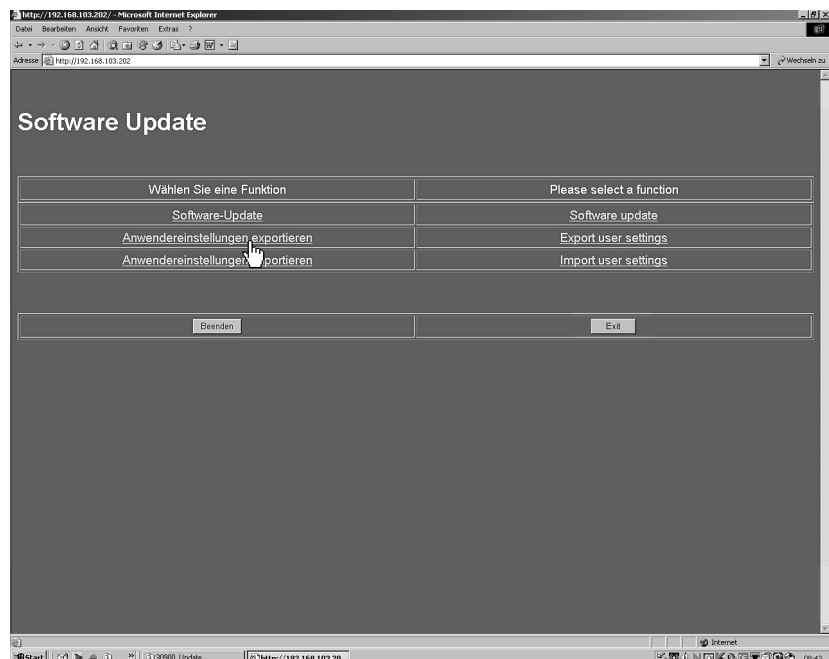
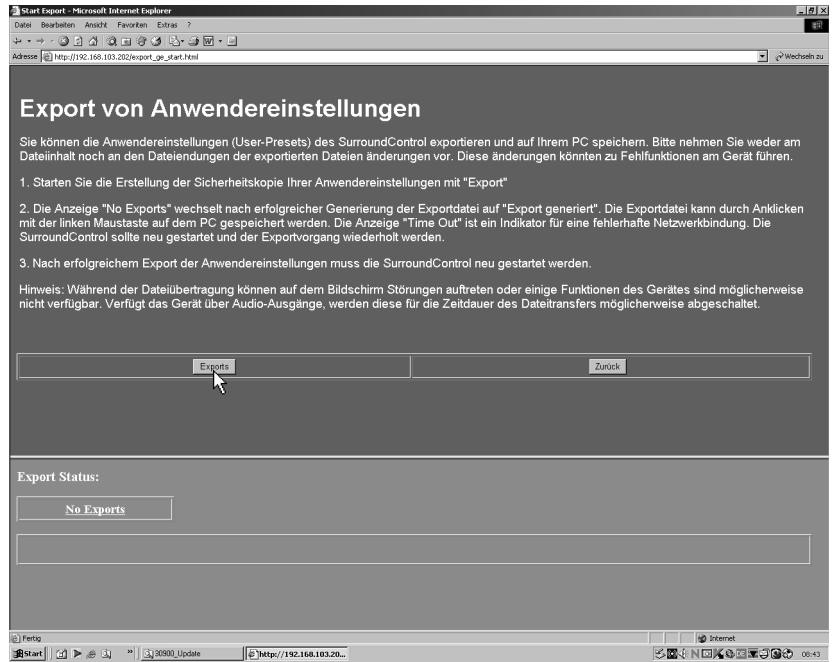
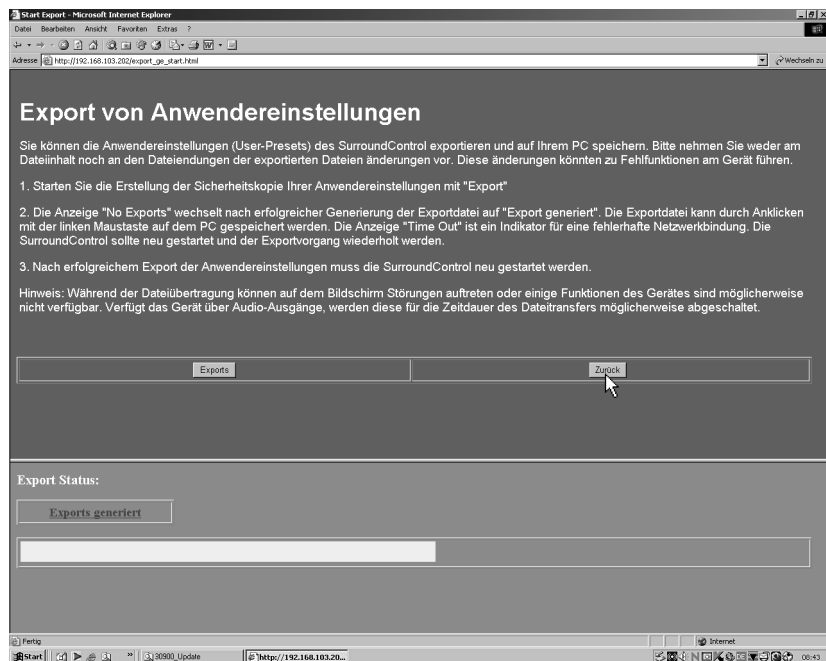

Bild 5-2: Anzeige des Software-Update-Programms in einem Internet-Browser
Bild 5-3: Anzeige der Export-Seite
Bild 5-8: Ende des Daten-Transfers der gewählten Update-Datei
2. Im Browser-Fenster erscheint das Software-Update-Programm des SurroundControl 30900(-24) (siehe Bild 5-2). Wählen Sie „Anwendereinstellungen exportieren“. **Beachten Sie bitte die Hinweise auf der Export-Seite** (siehe Bild 5-3).
3. Klicken Sie auf den Menüpunkt „Exports“ (siehe Bild 5-3).
- Klicken Sie nach erfolgtem Speichern auf die Schaltfläche „Zurück“ (siehe Bild 5-8), um auf die Startseite (siehe Bild 5-2) zurück zu kehren.
- Klicken Sie auf „Beenden“, um das Update-Programm zu verlassen (siehe Bild 5-2). Schalten Sie den Netzschalter des SurroundControl 30900(-24) aus und für einen Neustart nach einer kurzen Verzögerung wieder ein.